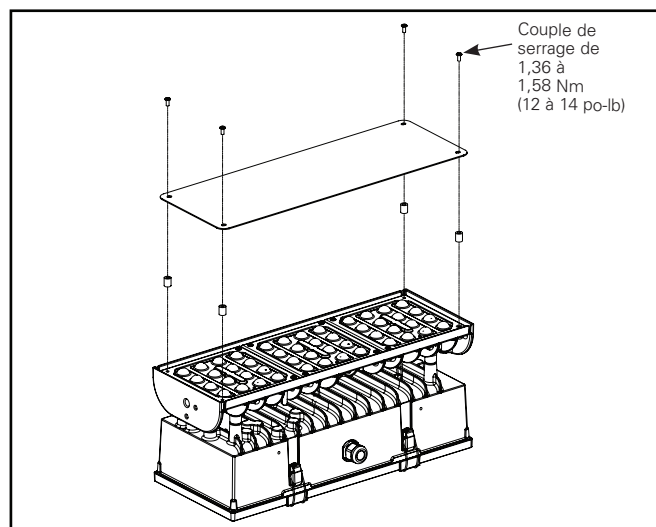

Figure 14.
Protecteur antivandalisme (figure 14).
1. Desserrez et retirez les quatre (4) vis n° 8-32 existantes sur la face du luminaire (fig. 14).
2. Alignez les quatre (4) espaceurs longs de 2,22 cm (7/8 po) avec les trous existants (4).
3. Utilisez les quatre (4) vis n° 8-32 x 3,81 cm (1 1/2 po) pour fixer fermement le protecteur antivandalisme sur le dessus du luminaire.